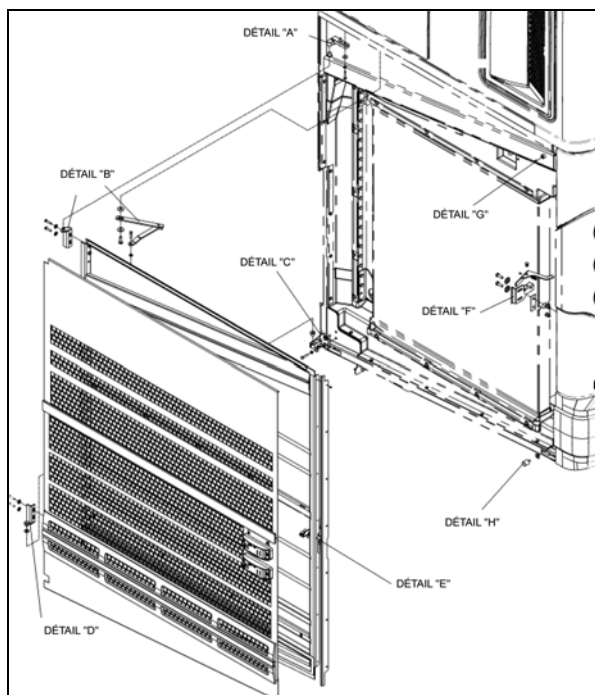

FIGURE 36 : PORTE DU RADIATEUR
- Desserrer les boulons (1, Figure 36) qui fixent la charnière à la structure du véhicule pour déplacer la porte vers l'intérieur ou l'extérieur et vers le haut ou le bas.
- Desserrer les boulons (2, Figure 36) permet de déplacer la porte vers la gauche ou la droite et vers le haut ou le bas.